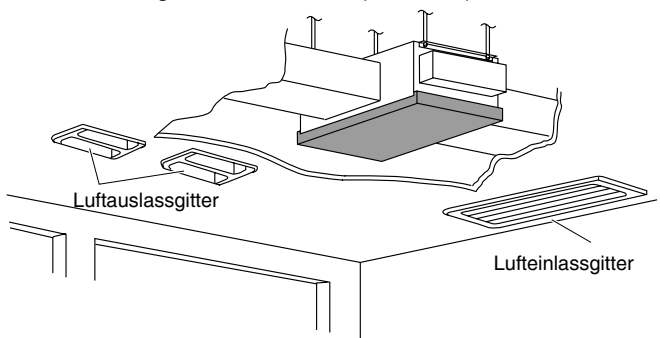

Abb. 3-95
- Alle Freiräume an Leitungsdurchführungen in der Einheit mit Isoliermaterial oder Ähnlichem verschließen, um Luftundichtigkeit zu vermeiden. (Abb. 3-95)